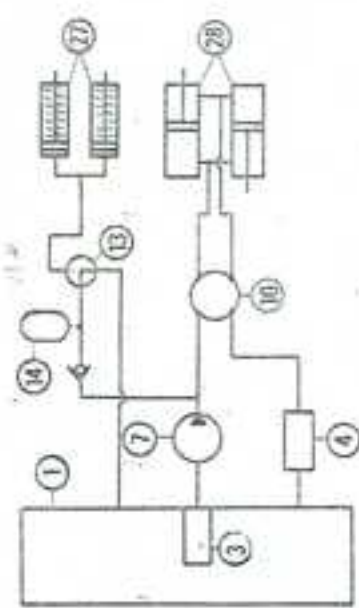

Fig. 2
- hydréco 14 cm³ pour TL 80, pousse-wagons, manutention et tireurs de lignes - repère (7) ; fig. 2.
Le passage en grande gamme ne s'effectue que si la direction arrière a été préalablement verrouillée (voir fig. 2 page 43)
A 10.1 - 5 EN OPTION - FREINAGE REMORQUE (voir fig.2)
Fig. 2 sans frein de travail - avec frein remorque